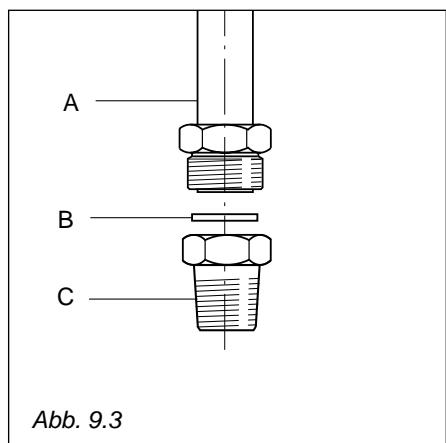

Abb. 9.3
Die Dichtung "B" (Abb. 9.3) gewährleistet die Dichtigkeit des Gasanschlusses. Diese Dichtung sollte beim leichtesten Anzeichen von Verformung oder Mängeln ausgewechselt werden.
**Der Anschluss (Abb. 9.3) besteht aus:**